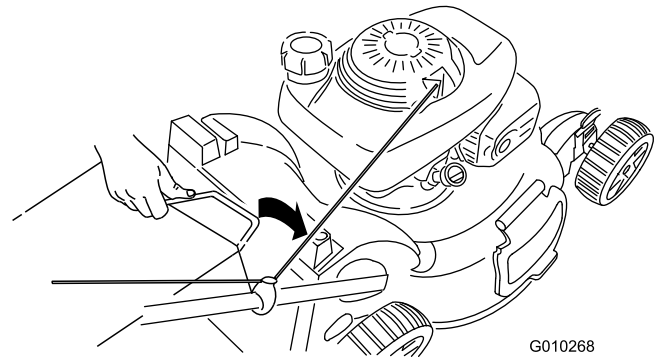

Figura 31
3. Introduzca el asa de la bolsa de recortes en las ranuras de la parte superior del cortacésped (Figura 31).